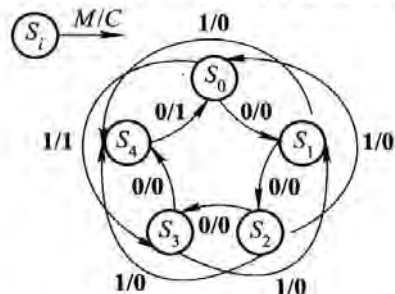

图 5.3.7 例 5.3 解图(1)
(1) 做原始状态图如图 5.3.7。由于要求五状态,故用 $S_0 \sim S_4$ 表示。当 $M=0$ 时,做加 1 运算,状态循环为 $S_0 \rightarrow S_1 \rightarrow S_2 \rightarrow S_3 \rightarrow S_4 \rightarrow S_0$,如图 5.3.7 中内圈循环; $M=1$ 时,状态循环为 $S_0 \rightarrow S_2 \rightarrow S_4 \rightarrow S_1 \rightarrow S_3 \rightarrow S_0$,如图 5.3.7 中外圈循环。